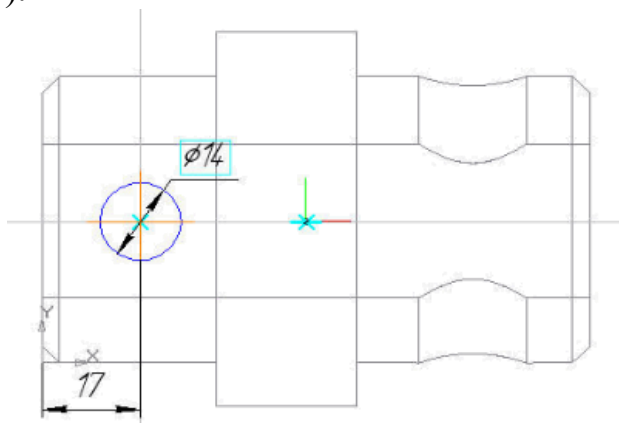

Рис. 4
29. Выполните построение по чертежу, используя команду *Окружность* (рис. 4).